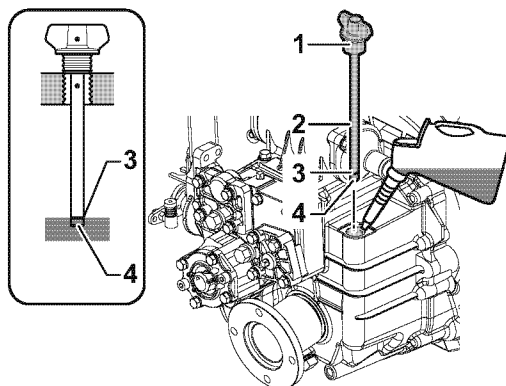

Abbildung 9
2. Füllstutzendeckel (**Abbildung 9, (1)**) an der Oberseite des Gehäuses entfernen.
3. Ölpeilstab entfernen (**Abbildung 9, (2)**) und mit einem sauberen Lappen abwischen.
4. Stecken Sie den Peilstab wieder hinein, ohne ihn hineinzuschrauben. Siehe die Zeichnung (**Abbildung 9**).
5. Pegelstab herausziehen. Der Ölfüllstand sollte sich zwischen den oberen (**Abbildung 9, (3)**) und unteren (**Abbildung 9, (4)**) Markierungen des Pegelstabs befinden.
3. Öl bis zur oberen Markierung am Pegelstab (**Abbildung 9, (3)**) einfüllen.